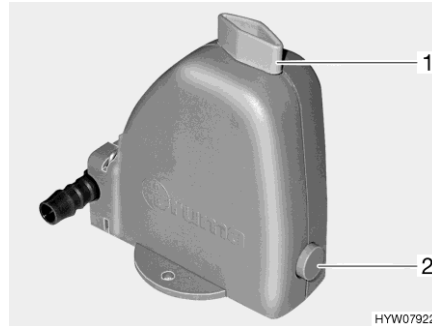

Fig. 90 Valve de sécurité et de vidange
Le chauffage est équipé d'une valve de sécurité et de vidange (Fig. 90). La valve de sécurité et de vidange évite que l'eau destinée à la préparation d'eau chaude ne gèle lorsqu'en cas de gèle, le chauffage n'est pas en marche.
- Fermer la valve de sécurité et de vidange. Tourner pour cela le bouton rotatif (Fig. 90,1) dans le sens transversal par rapport à la valve de sécurité et de vidange et enfoncer le bouton-poussoir (Fig. 90,2).
- Ouvrir la valve de sécurité et de vidange. Tourner le bouton rotatif (Fig. 90,1) dans le sens longitudinal par rapport à la valve de sécurité et de vidange. Le bouton-poussoir (Fig. 90,2) ressort. Le récipient d'eau sanitaire est vidé via la valve de sécurité et de vidange.